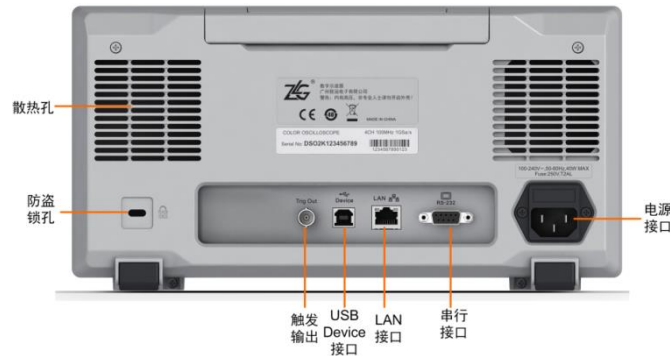

图 5.9 ZDS1104 型示波器后面板
ZDS1104 示波器的后面板如图 5.9 所示。
**安全锁：**用户可使用安全锁将示波器锁在固定位置。沿与后面板垂直的方向对准图 5.9 中的“**防盗锁孔**”将锁头插入，顺时针旋转钥匙锁定示波器，然后拔出钥匙。注意，不要将其它物品插入防盗锁孔以免损坏仪器。